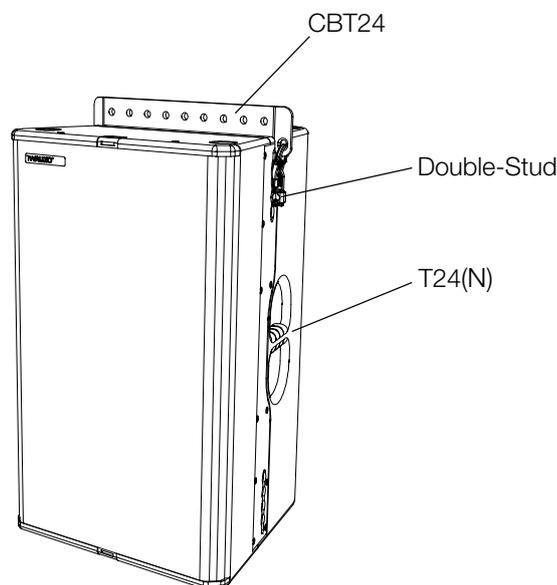

Abbildung 4.5 - Montage CBT24 Aufhängeschiene an T24(N) Lautsprecher
4.5 Vorbereitung T24(N) Lautsprecher
Befestigen Sie die CBT24 Aufhängeschiene am T24(N) Lautsprecher bzw. bei einer Array-Anwendung am obersten T24(N) Lautsprecher, wie in Abbildung 4.5 dargestellt.